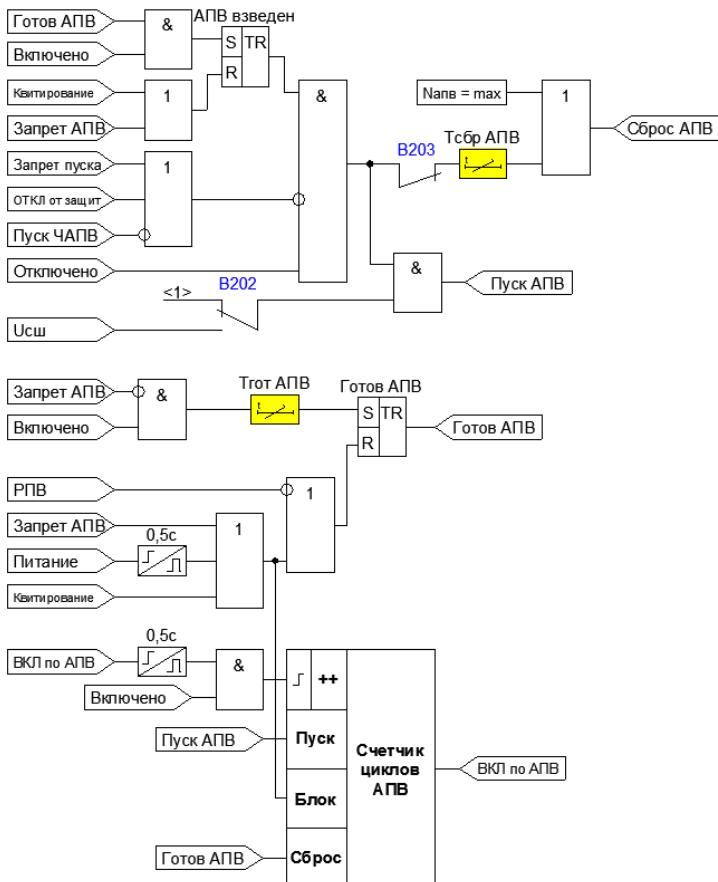

Рисунок 4.2.4 – Функциональная схема АПВ
- после включения ВВ набрана задержка времени готовности, появился сигнал готовности и выключатель продолжает оставаться включенным (Рисунок 4.2.4);